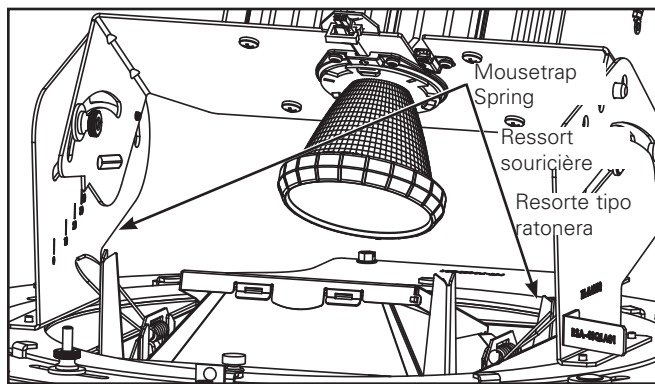

Figure 2
2. Install Trim Assembly by inserting Mousetrap Springs into Square Aperture inside collar (Figure 2).
2. Installez la garniture en insérant les ressorts souricières dans les ouvertures de la plaque carrée à l'intérieur du col (Figure 2).